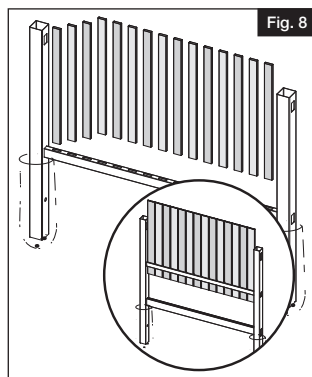

Fig. 8
- Empezando por el lado izquierdo, inserte las estacas o tablones hacia abajo en el travesaño inferior (Fig. 8).